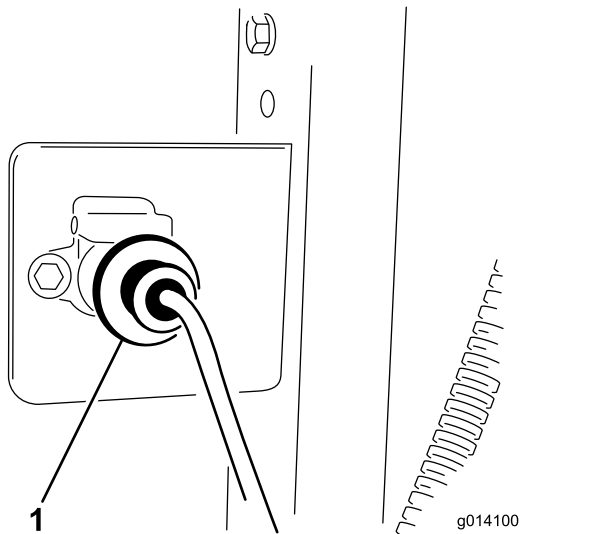

Figure 10
3. Fixez le connecteur du faisceau de câblage au support avec 2 boulons (1/4" x 1") et écrous (Figure 10).
5. Fixez le faisceau de câblage de l'unité de base au faisceau de câblage du véhicule tracteur (Figure 10). Le connecteur est situé près du flexible hydraulique fixé au véhicule tracteur.